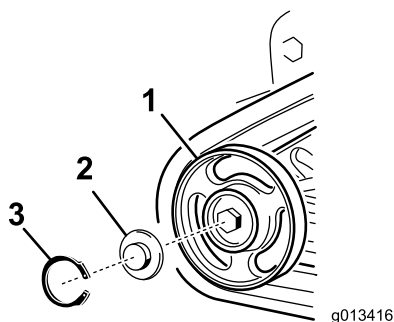

Figura 48
2. Rimuovete l'anello elastico e il tappo da una ruota non motrice (Figura 48).
- Controllate il grasso sotto il tappo e attorno alla guarnizione (Figura 48). Se risulta sporco, sabbioso o consumato, eliminatelo completamente, sostituite la guarnizione e applicate del grasso nuovo.
- Collocate il tappo ingrassato della ruota non motrice sulla testa del bullone (Figura 48).
- Fissate il tappo della ruota con l'anello elastico (Figura 48).